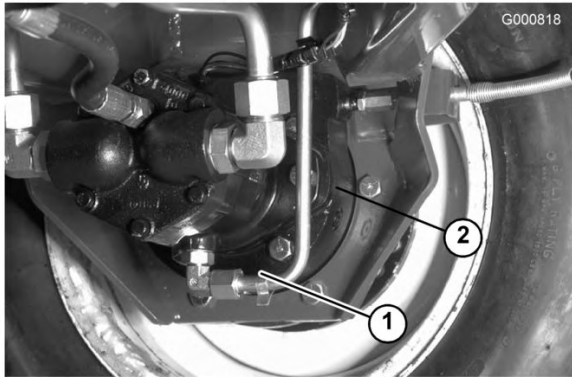

Figura 68
3. Retire ambos tapones de la parte inferior del alojamiento del freno y deje que se drene el aceite (Figura 68).